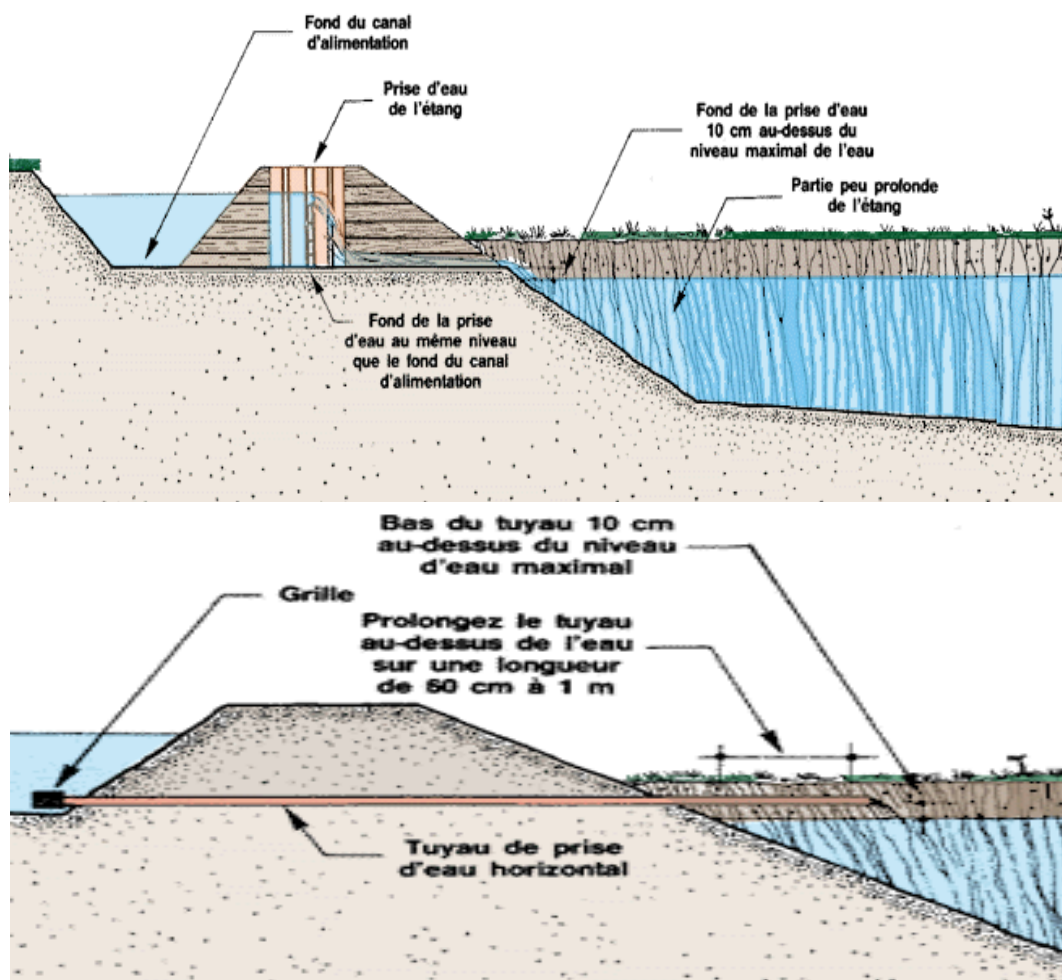

Figure 14 : Conception des ouvrages de prise d'eau (FAO, 2006)
- L'ouvrage doit être placé de façon que l'eau se mélange autant que possible à son arrivée dans l'étang. (fig. 14).